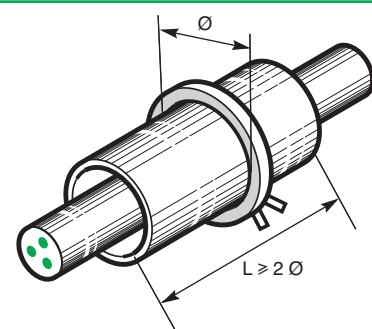

Fig. 3.9. Colocación de plancha magnética.
- Situar una plancha en el toroidal. Esta plancha debe ser de material magnético para homogeneizar el campo magnético, ver **fig. 3.9**. Se debe situar entre el toroidal y los conductores; reduce el riesgo de disparos intempestivos debido a los efectos magnéticos de las puntas de corriente.